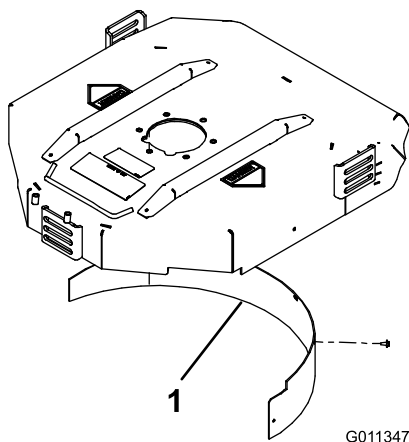

Figura 6
2. Instale el deflector de mulching en el hueco trasero y fíjelo con 5 tornillos con arandela prensada (Figura 6).